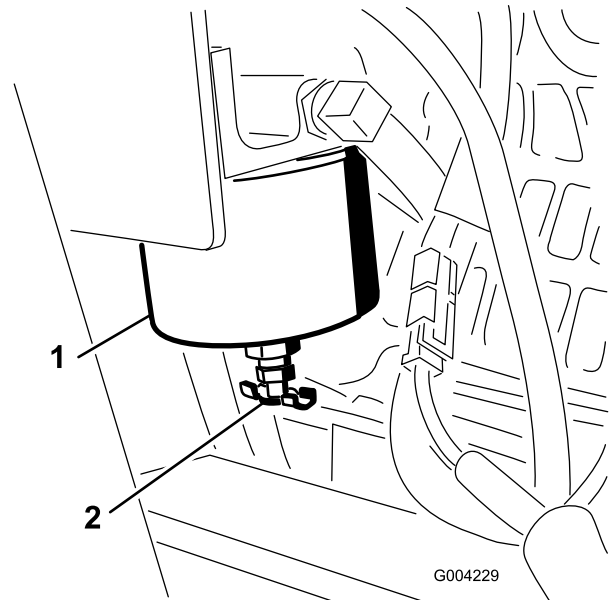

Figura 36
1. Localice el filtro de combustible en el lado derecho del motor (Figura 36), y coloque debajo un recipiente limpio.
1. Limpie la zona de montaje del cartucho del filtro (Figura 36).
2. Retire el cartucho del filtro y limpie la superficie de montaje (Figura 36).
4. Instale el cartucho del filtro a mano hasta que la junta entre en contacto con la superficie de montaje, luego gírelo media vuelta más (Figura 36).